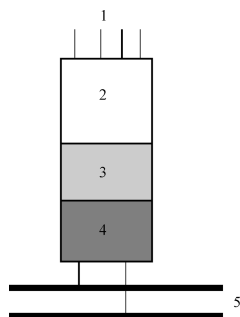

图 4-142 CAN 控制器
(1) **CAN 控制器** 接受由控制单元中的微电脑传来的数据，对这些数据进行处理并将其传往 CAN 收发器。同样，CAN 控制器也接受由 CAN 收发器传来的数据，对这些数据进行处理并将其传往控制单元中的微电脑，如图 4-142 所示。